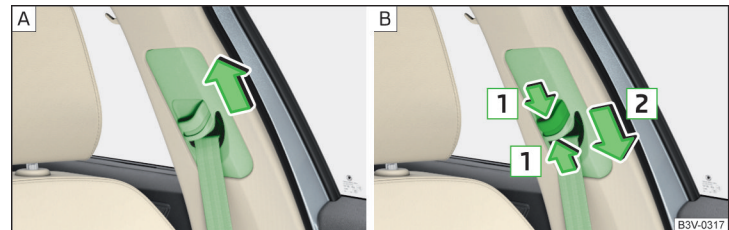

Fig. 26 Ajuste en altura del cinturón para los asientos delanteros
- Desplazar la guía **hacia arriba** en sentido de la flecha » fig. 26 - A.
- **O bien:** Comprimir el seguro en el sentido de la flecha 1 deslizar la guía **hacia abajo** en el sentido de la flecha 2 » fig. 26 - B.